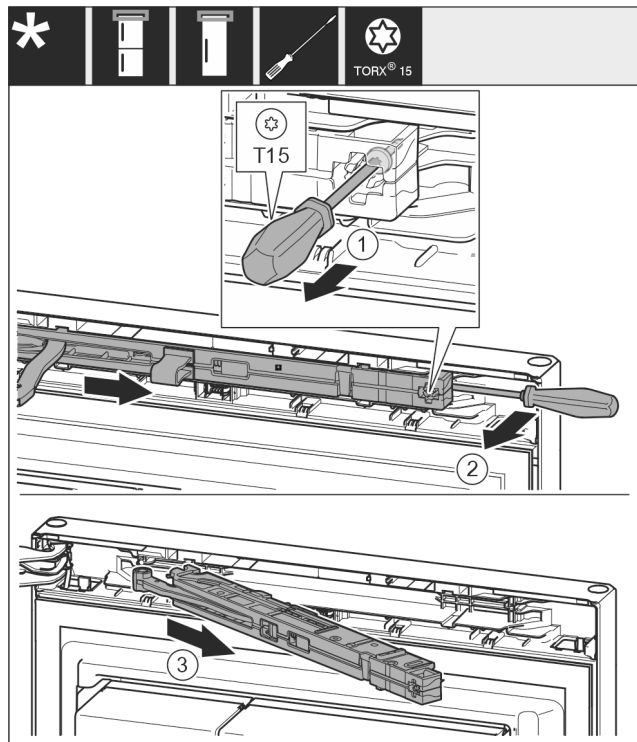

Fig. 11
- ▶ Schroef op de sluitdemperseenheid met schroevendraaier T15 ca. 14 mm losdraaien. Fig. 11 (1)
- ▶ Een schroevendraaier aan de kant van de handgreep achter de sluitdemperseenheid plaatsen en eenheid naar voren draaien. Fig. 11 (2)
- ▶ Sluitdemperseenheid eruit trekken. Fig. 11 (3)